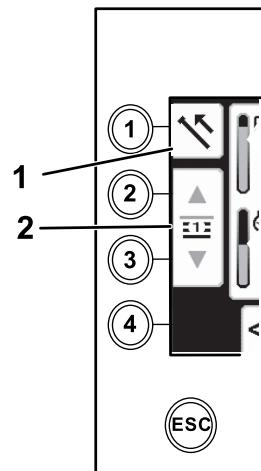

**Figura 5**
**Importante:** No joystick esquerdo, certifique-se de que pressiona a parte inferior do seletor basculante do came totalmente para baixo, até que as ações de cada etapa sejam concluídas (Figura 5).